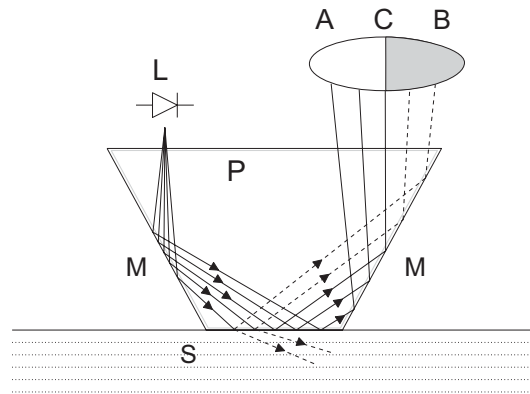

Figure 1.2 Principe du réfractomètre
Le capteur du réfractomètre en ligne Vaisala K-PATENTS[®] détermine l'indice de réfraction n_D de la solution du procédé. Il mesure l'angle limite de réfraction à l'aide d'une source lumineuse à LED jaune d'une longueur d'onde identique (580 nm) à celle de la ligne D de sodium (d'où n_D). La lumière de la source lumineuse (L) indiquée sur la Figure 1.2 est dirigée vers l'interface entre le prisme (P) et le support du procédé (S). Deux côtés de la surface du prisme (M) agissent comme des miroirs qui courbent les rayons lumineux afin qu'ils rencontrent l'interface à des angles différents.